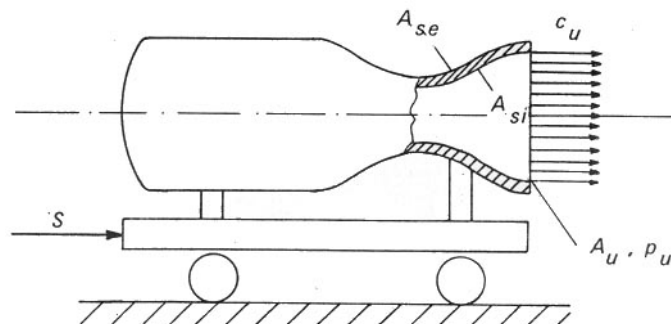

Figura 3.2 : Esercizio n°3
- 3) Determinare la spinta statica sull'endoreattore (o razzo) schematizzato in figura 3.2, nelle seguenti condizioni stazionarie di funzionamento: